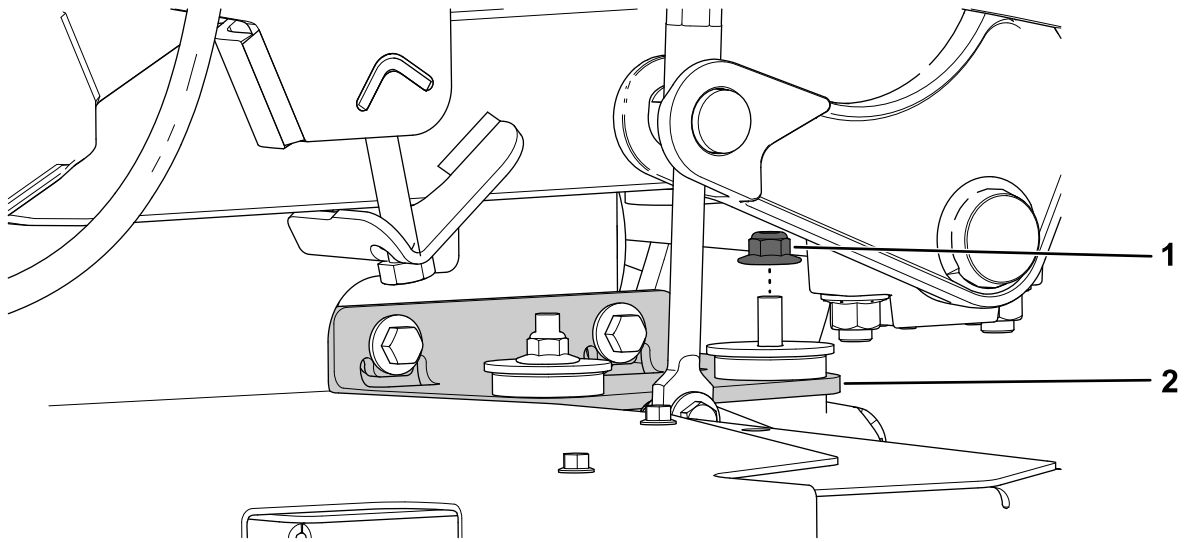
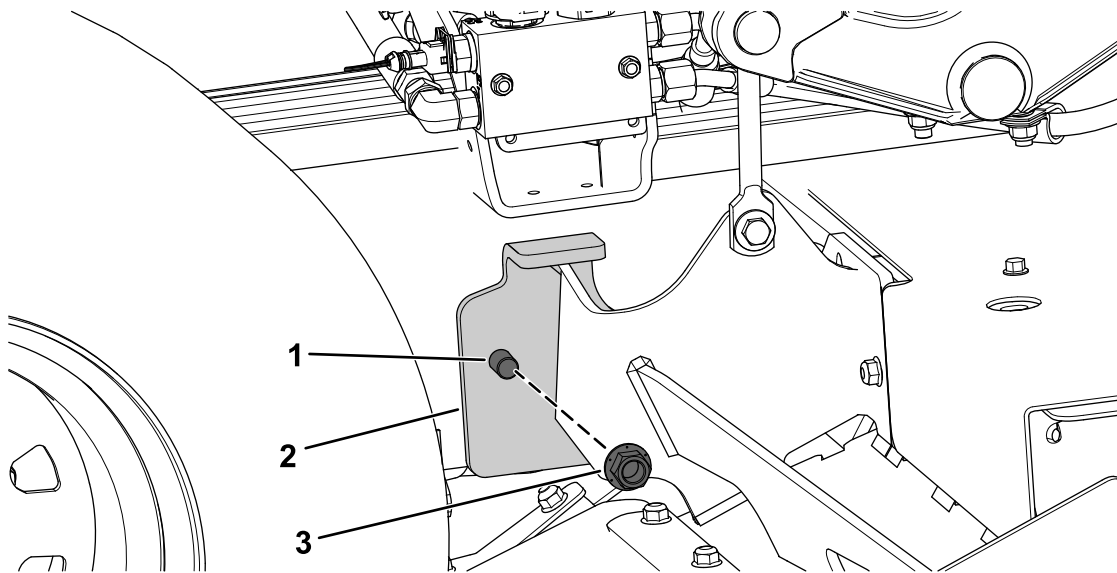

Figura 16
Figura 17
5. Retire la tuerca con arandela prensada ($\frac{3}{8}$ ") del soporte de la caja de engranajes y el perno de cabeza hexagonal ($\frac{1}{2}$ " x $2\frac{1}{2}$ "), la arandela y la contratuerca ($\frac{1}{2}$ ") de cada biela de la carcasa de corte (Figura 16 y Figura 17).